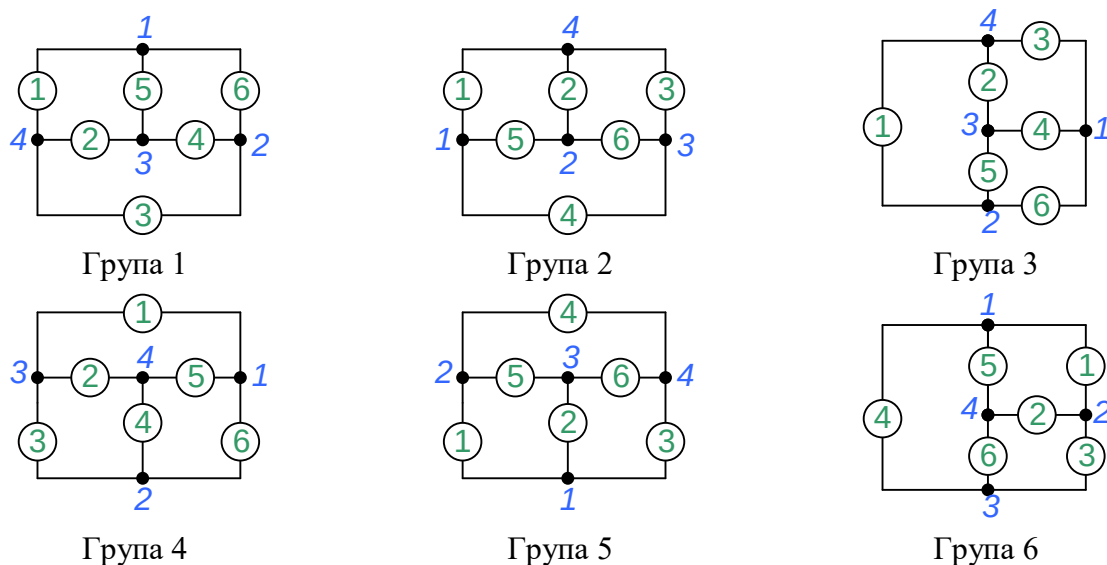

Рисунок 1. Структурна схема
1. Скласти електричне коло, структурна схема якого зображена на рис. 1 1. Структурна схема (рис. 1) вибирається згідно номеру групи.
2. Елементи структурної схеми рис. 1 вибираються відповідно даним таблиці 1. На схемі джерело ЕРС E_2 вибирається як ідеальний елемент, що увімкнена у вітку без додаткового навантаження. Джерело ЕРС E_1 – з послідовно увімкненим елементом R . Індекс елемента відповідає номеру вітки. Елементи у вітках електричного кола в таблиці 1 відповідають номерам елементів структурної схеми (рис. 1).